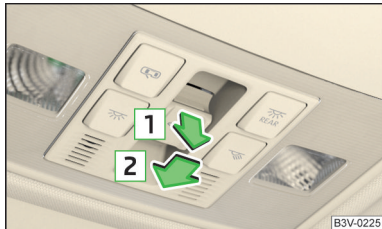

Abb. 49
- Den Schalter an der Aussparung in Pfeilrichtung  » Abb. 49 und anschließend in Pfeilrichtung  ziehen und festhalten.